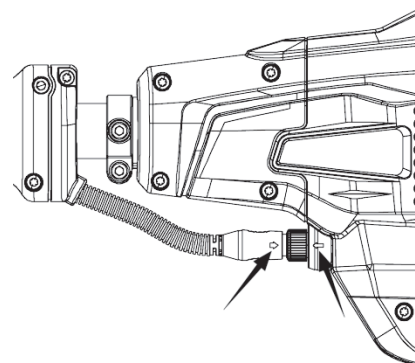

Рис. 17
1. Совместите белую стрелку на жгуте проводов со стрелкой на силовом блоке (рис. 17). После установки жгута проводов затяните гайку на жгуте.